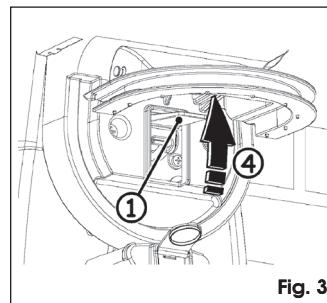

Fig. 3
3. Tire de la palanca de desbloqueo hasta el tope, Fig. 3 ref. 1.